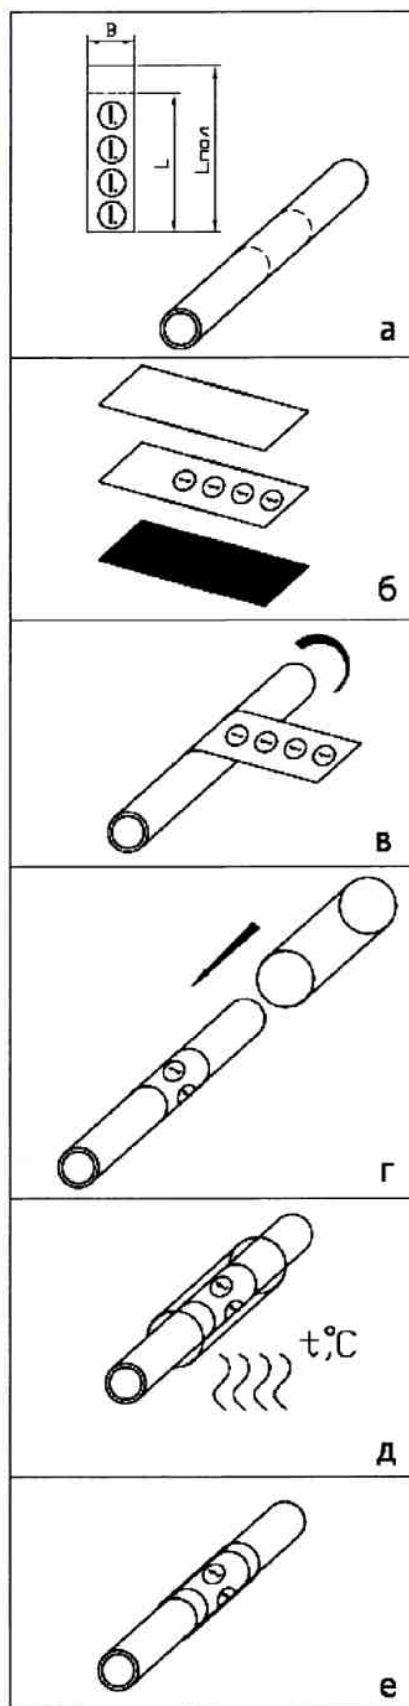
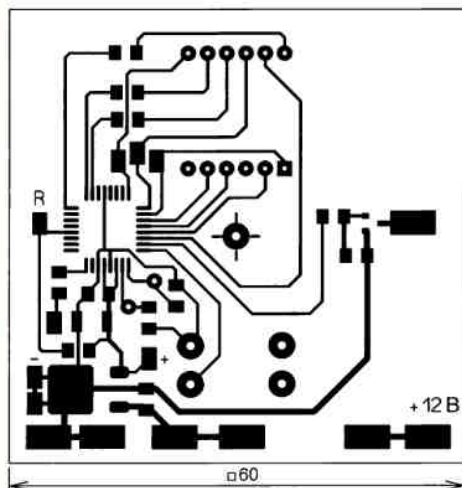
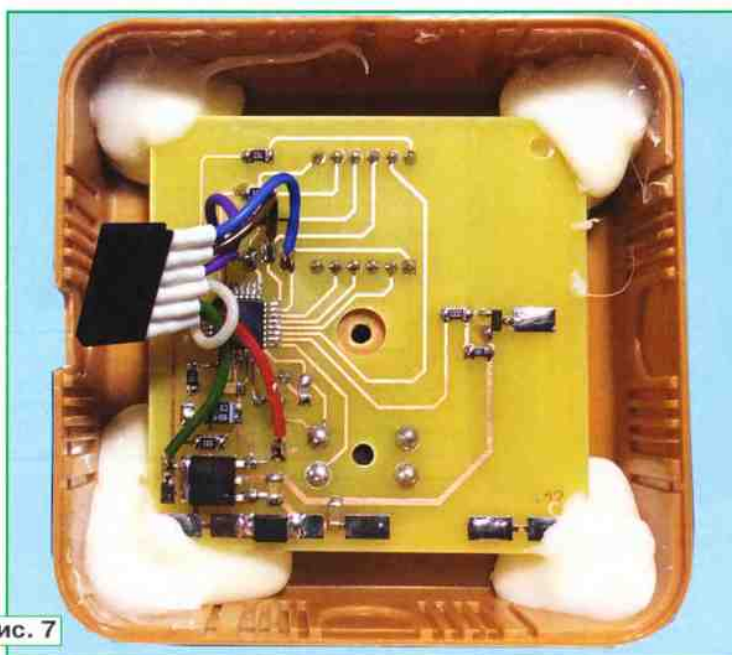

Рис. 2
Рис. 5
Рис. 7
Последовательность выполняемых операций иллюстрируют рис. 2—рис. 7.
1. Определяют место нанесения маркировки на изделие, а также длину окружности (при круглом сечении маркируемого изделия) или периметр (при произвольном сечении маркируемого изделия). Размеры бумажной этикетки выбирают исходя из следующих соотношений. Её длина L при круглом сечении маркируемого изделия (рис. 2, а и рис. 3) должна быть равна или чуть больше длины его окружности: $L \geq \pi D$, где D —
2. Этикетку ламинируют со стороны изображения прозрачной липкой лентой, а с другой — приклеивают двухстороннюю липкую ленту (рис. 2,б). Ламинирование обеспечивает защиту нанесённого изображения до момента термоусаживания и придаёт прочность и лучшую стойкость к истиранию при повреждении термоусаживаемой трубки или попадания под неё влаги.
3. Снимают защитное покрытие с двухсторонней липкой ленты и приклеивают этикетку на маркируемое изделие, оборачивая её вокруг него (см. рис. 2,в, **рис. 4** и **рис. 5**). Приклеивание начинают со стороны, где отсутствует нанесённая маркировка. При оборачивании необходимо плотно прижимать этикетку к изделию.
4. На этикетку надевают термоусаживаемую трубку подходящего диаметра, длина которой должна быть больше ширины этикетки (см. рис. 2,г и **рис. 6**).
6. Маркировка готова (см. рис. 2,е и **рис. 7**).
В качестве корпуса для таймера была выбрана распределительная коробка размерами 80×80 мм. Под такой корпус разработана печатная плата и внесены окончательные изменения в устройство. Чертёж печатной платы таймера на микроконтроллере показан на рис. 5, а расположение элементов — на рис. 6. На стороне печатной платы, противоположной токопроводящим дорожкам, размещены индикатор HG1, кнопка SB1 и кварцевый резонатор ZQ1. Собранная плата (без установленной плавкой вставки) приведена на рис. 7.